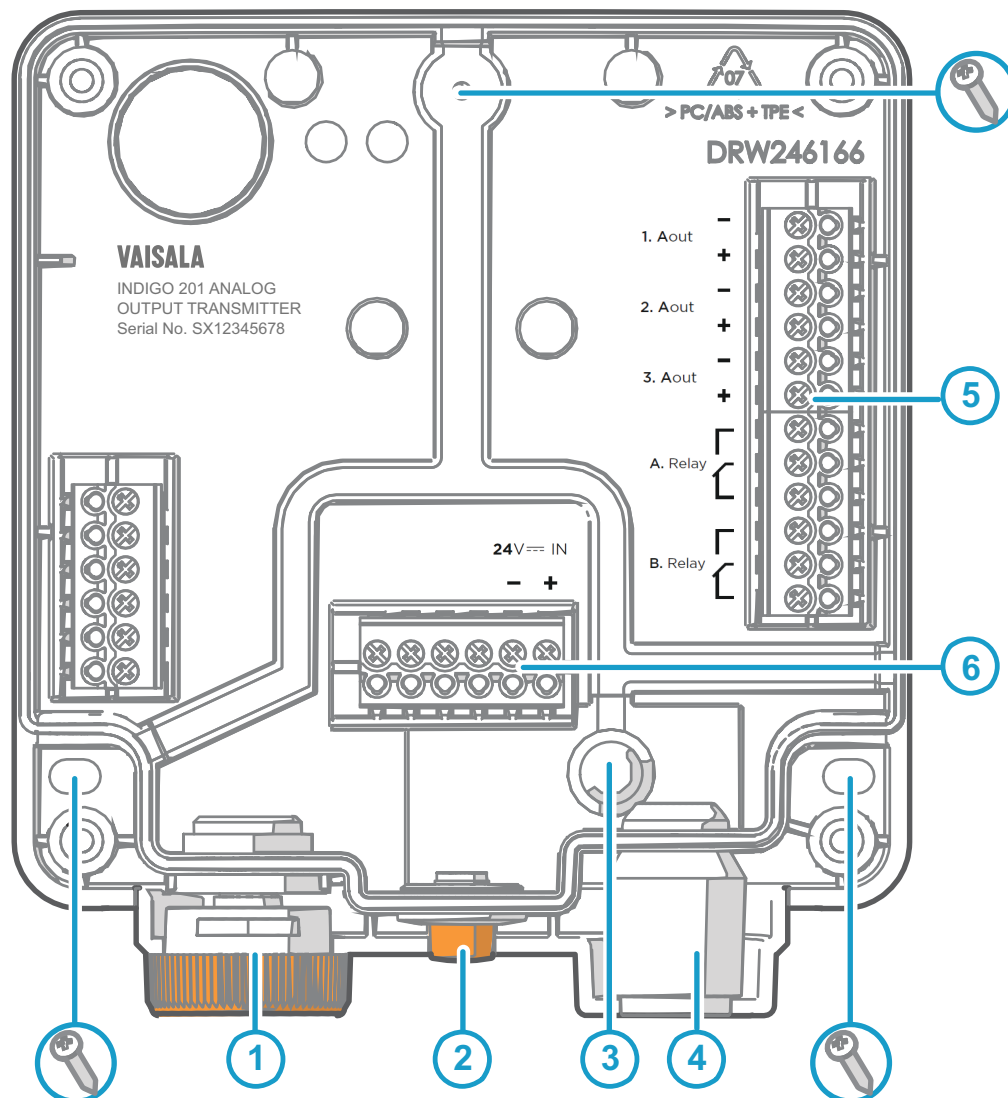

Figura 11 Piezas principales y posiciones de tornillos de la base del transmisor Indigo 201
4. Coloque la base del transmisor en la superficie de instalación y móntela con 3 tornillos. Consulte las posiciones del tornillo en Figura 11 \(página 19\).